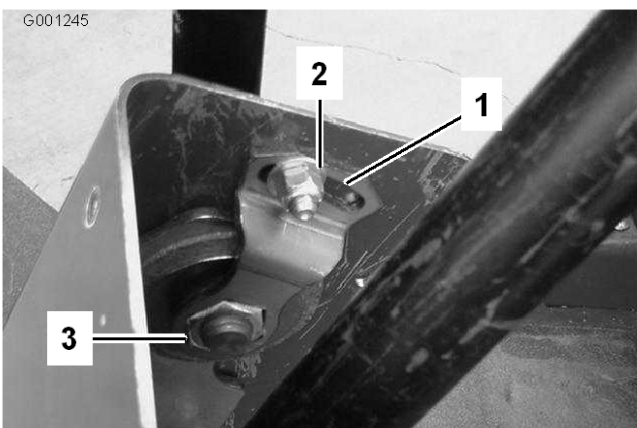

Figura 68
2. Faça deslizar a cobertura para cima, ao longo da coluna de direcção, de modo a expor o apoio da articulação (Figura 68).
3. Desaperte a porca pequena e rode o apoio da articulação até apertar a porca grande, em baixo (Figura 68).